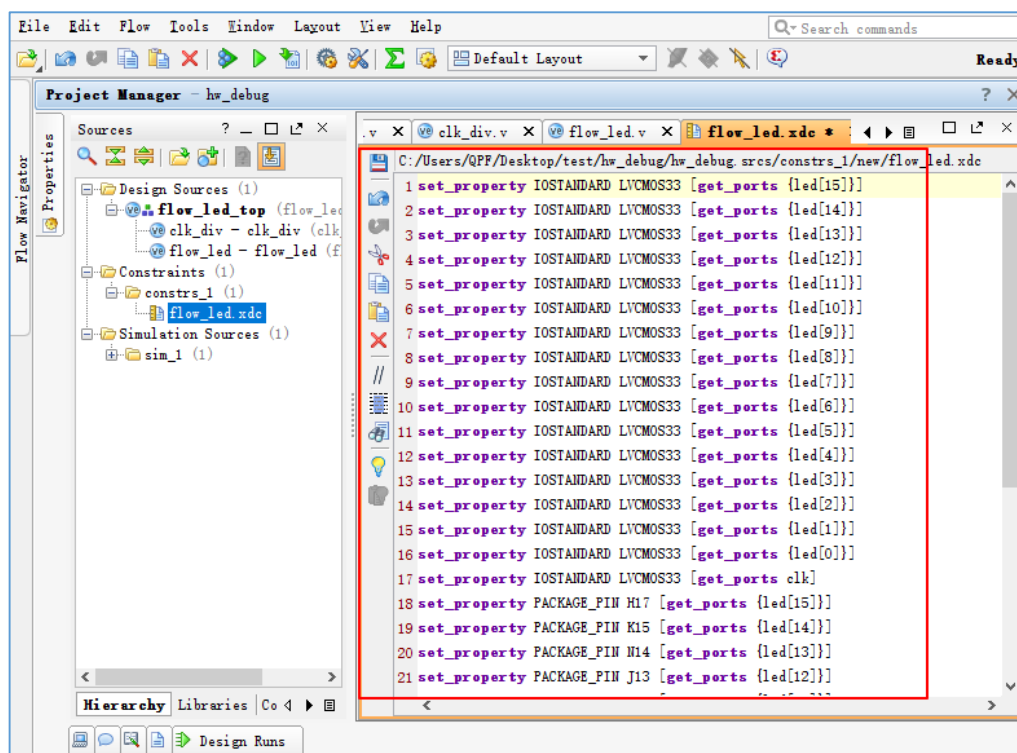

图 4.126 约束文件
2. 如图 4.126 所示，添加如程序 4.8 所示约束文件“flow_led.xdc”。